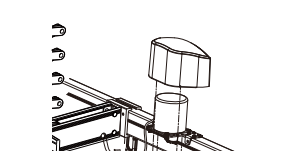

图8
- 如图8, 拆下电机上下盖中的4颗螺丝, 将剪刀架中的电源公插与电机电源母插连接, 完成后将公母插连接头及电机连接线塞入电机上下盖内, 再原路装回电机上下盖, 用螺丝拧紧。